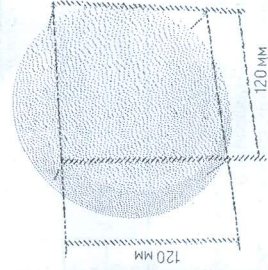

Рисунок 1
- Монтаж светодиодного светильника ВАРТОН® должен быть произведен так, чтобы обеспечить надежную фиксацию и удобную схему расположения светильников (см. рисунок 1);